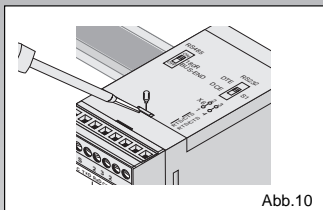

Abb.10
**Öffnen:** Haken Sie mit einem Schraubendreher an der markierten Stelle des Deckels unter (Abb.10) und rasten Sie den Deckel nach oben aus.